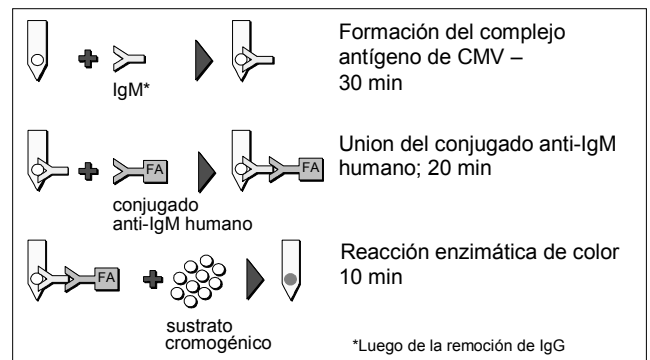

Figura 1. Principio de la Prueba
Al comienzo de la prueba, las muestras de suero o plasma son pre-tratadas con anti-IgG humano (removedor), para prevenir interferencias como resultado de la competencia con el IgG anti-CMV y el factor reumatoideo. Las muestras previamente tratadas se incuban posteriormente con la solución en los pocillos de la fila A. Si existe IgM anti-CMV en las muestras, se unirá específicamente a los antígenos de CMV en el punto inferior de los dientes del Peine (Figura 1). Los componentes no unidos son lavados en la fila B. En la fila C, el IgM capturado en los puntos inferiores de los dientes y el IgM humano en el punto superior (Control Interno), reaccionan con anticuerpos anti-IgM humano marcados con fosfatasa alcalina (FA). En las dos filas siguientes, los componentes libres son eliminados mediante un lavado. En la fila F la fosfatasa alcalina ligada reacciona con los componentes cromogénicos. Los resultados se pueden apreciar como puntos color azul grisáceo en la superficie de los dientes del Peine.